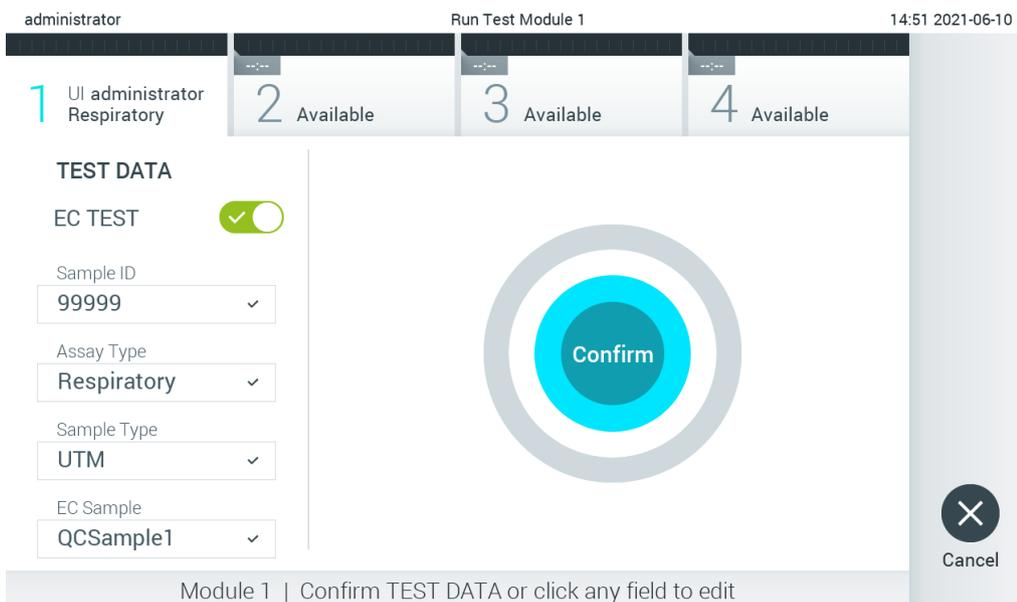

Figura 93. Tela Confirm (Confirmar).
7. Será exibida a tela Confirm (Confirmar). Revise os dados inseridos e efetue quaisquer alterações necessárias pressionando os campos relevantes na tela sensível ao toque e editando as informações (Figura 93).